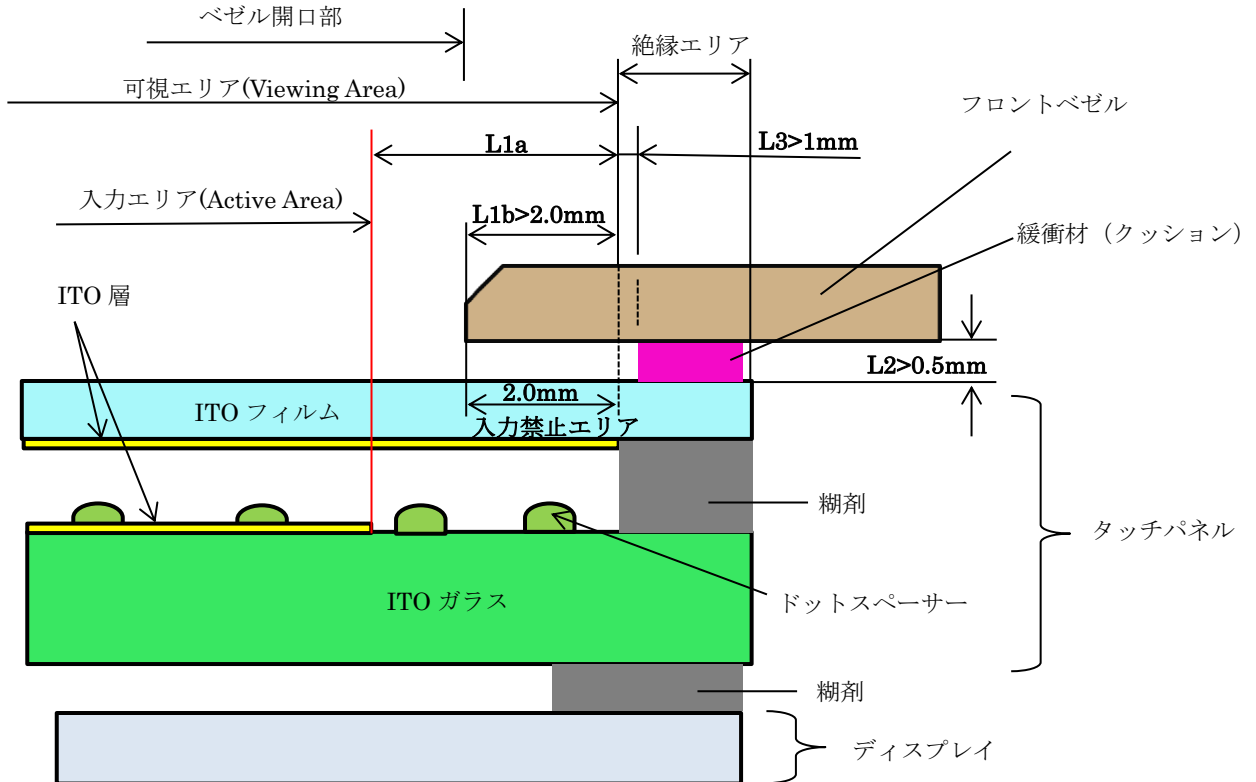

図 1
② 取り付け上の注意事項
a. ベゼルの先端 (図 1、2 参照)
b. ベゼルとタッチパネル間の間隔 (図 1、3 参照)
c. 入力エリアと可視エリア間 (図 1、3 参照)
d. 入力禁止エリアの扱い (図 1、4 参照)
e. 緩衝材 (クッション) の使用について (図 1、5 参照)